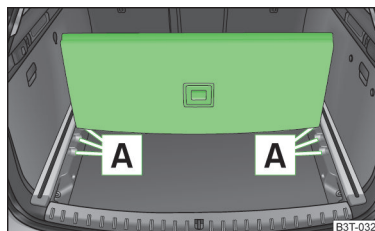

Abb. 98
- Den hinteren Rand in eine der Öffnungen **A** » Abb. 98 einsetzen.